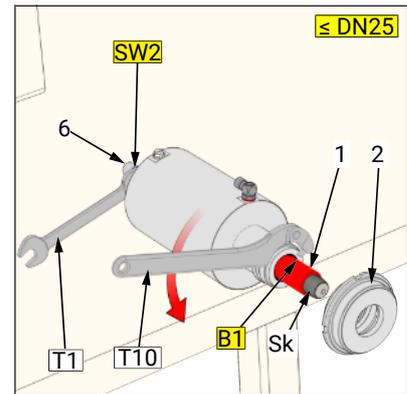

Figura 3
- Figura 3 Desmontaje mediante agujero taladrado (B1) (\leq DN25). Para que el taladrado (B1) sea visible, primero se debe desmontar el inserto (2) como se muestra en la Fig. 3.